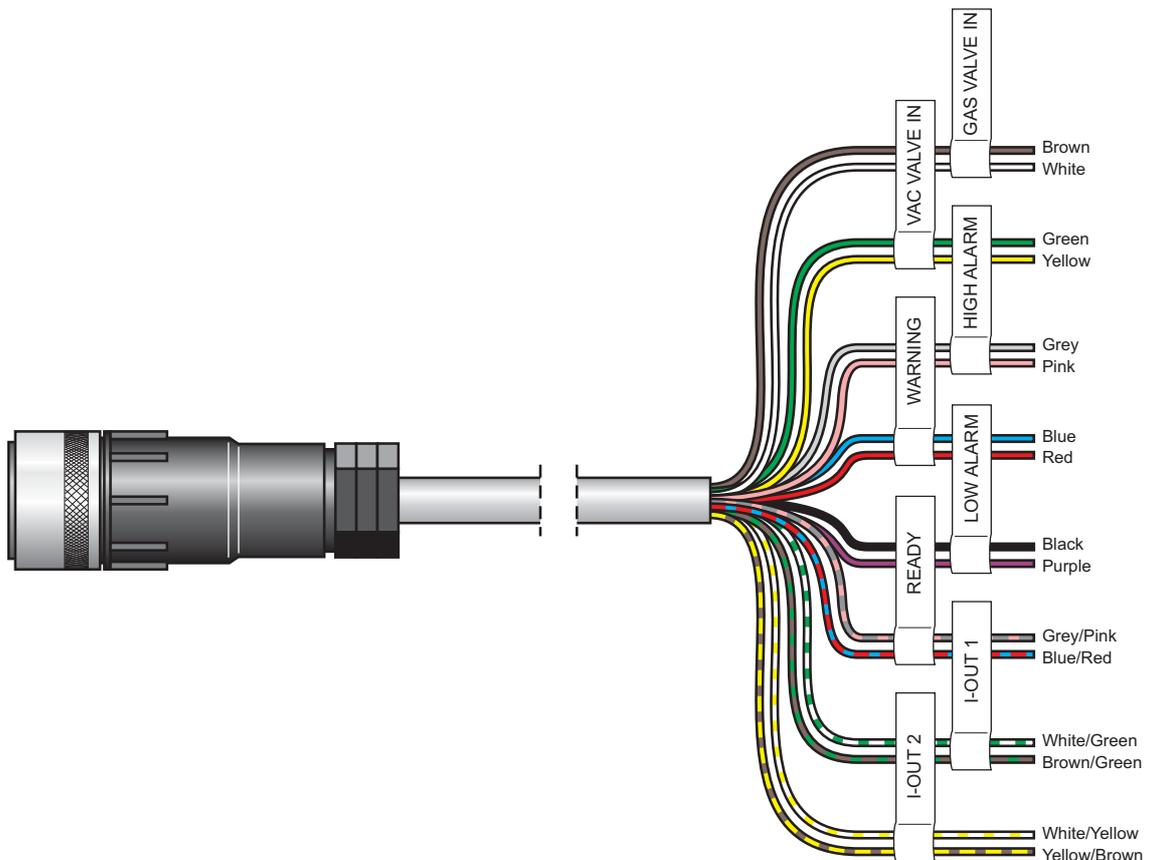

Fig. 22. Cavo, segnali esterni CMV-2 (3xx, 4xx)
10. Per CMV-2 modelli 3xx e 4xx (versioni con display): vedere Fig. 22 on page 59. Collegare i due conduttori marcati con "VAC VALVE IN" nel cavo "Cavo, segnali esterni CMV-2" per il segnale
Vedere Fig. 22 on page 59. Collegare i due conduttori marcati con "GAS VALVE IN" nel cavo "Cavo, segnali esterni CMV2" al segnale "GAS" (segnale di alimentazione del gas) della confezionatrice. La polarizzazione è irrilevante.